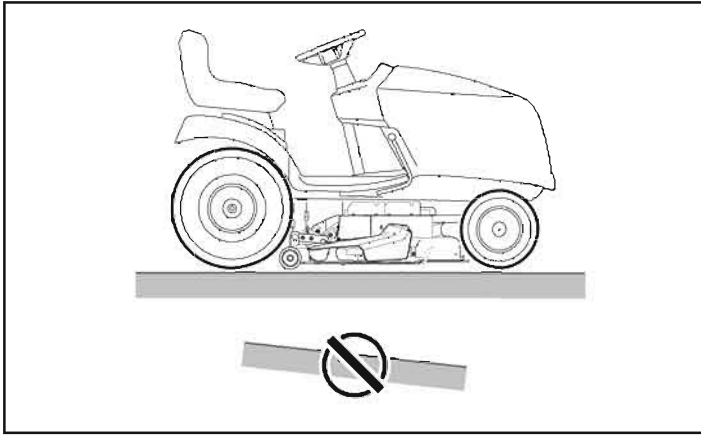

Рисунок 4
1. Поместите косилку на ровную поверхность (см. Рис. 4).